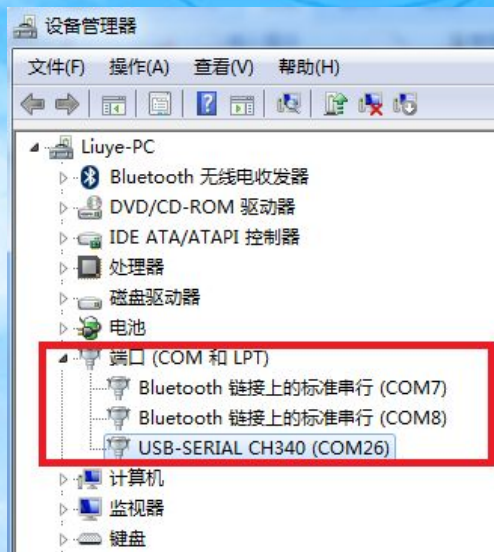

图 1-31 端口
4、在弹出的选项中选择“**端口（COM 和 LPT）**”，如图 1-31 所示。